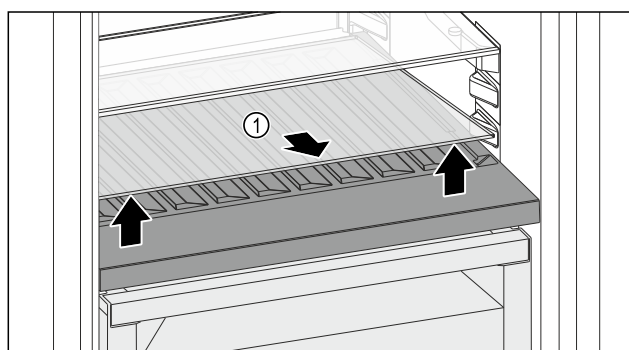

Fig. 156
- ▶ Скористайтесь пазом спереду, щоб підняти скляну полицю Fig. 156 (1) і вийняти її.
- ▶ Безпечно зберігайте скляну полицю Fig. 156 (1) за межами пристрою.